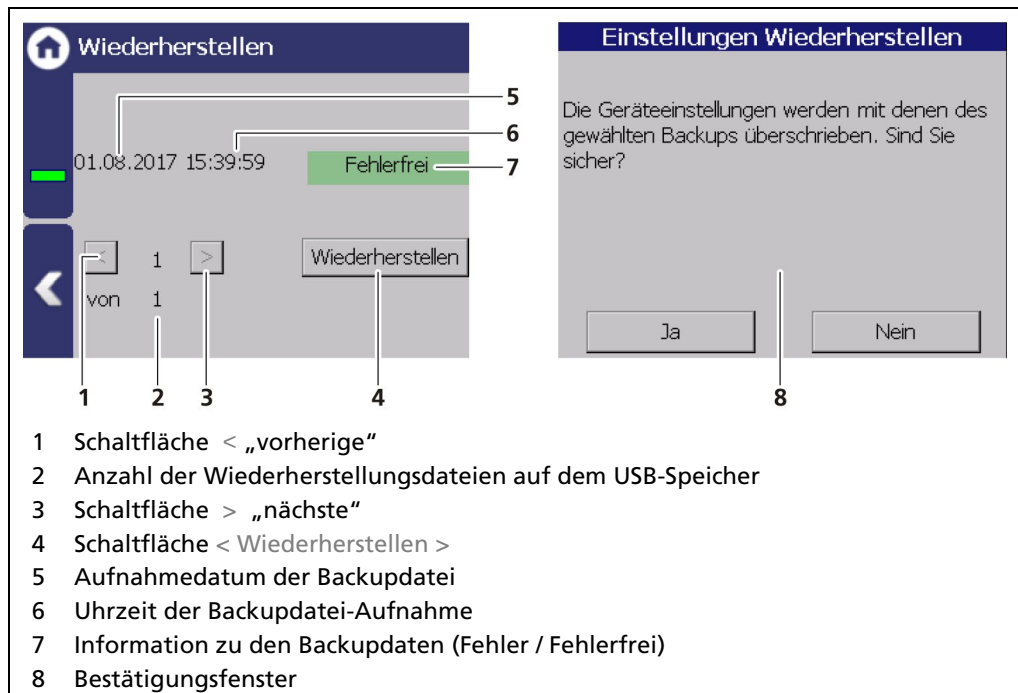

Abb. 131 Wiederherstellen
2. Wählen Sie die Backup-Datei mit den Schaltflächen (Abb. 131, Pos.1,3)
3. Klicken Sie auf die Schaltfläche < Wiederherstellen > (Abb. 131, Pos.4).
4. Eine Bestätigungsmeldung (Abb. 131, Pos.8). erscheint.